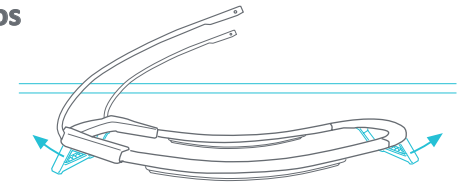

Fig. 5a
**NOTE:** use los 2 pies para ayudar en montaje de la hamaca/mecedora secciones de marco (Fig. 5a).